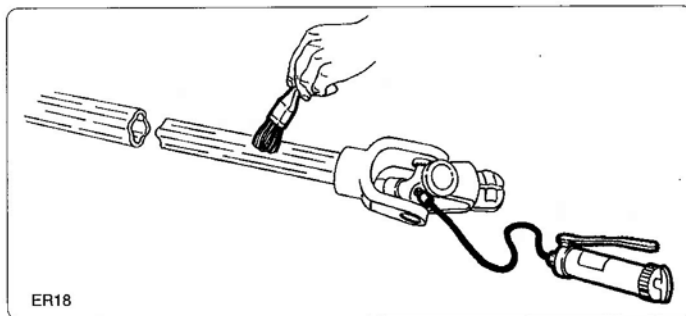

fig. 7.5.1
**7.5.1 - Cleaning and greasing the driveline (fig. 7.5.1)**
**7.5.1 - Nettoyage et graissage de l'arbre à cardans (fig. 7.5.1)**
**7.5.1 - Reinigen und Schmieren der Gelenkwelle (Abb. 7.5.1)**